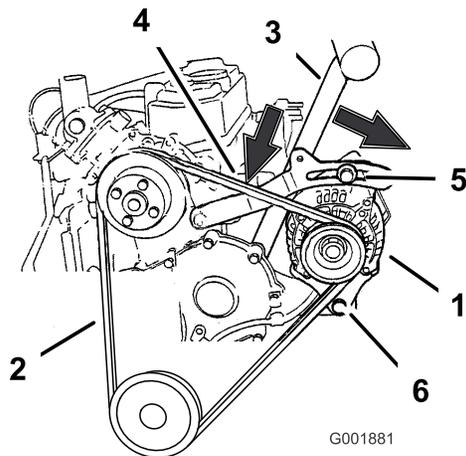

Figure 72
6. Desserrez les deux boulons de fixation de l'alternateur (Figure 72).
7. Retirez la courroie des poulies et de l'alternateur (Figure 72).
8. Installez une courroie neuve autour des poulies et de l'alternateur (Figure 72).
1. Placez une poignée entre l'alternateur et le bloc-cylindres (Figure 72).
2. Réglez l'alternateur à l'extérieur jusqu'à ce que la courroie présente une flèche de 10 à 13 mm (3/8 à 1/2 po) entre le moteur et l'alternateur (Figure 72).
5. Si la flèche est correcte, serrez le boulon supérieur à 19 Nm (170 po-lb) et le boulon inférieur à 61 Nm (45 po-lb) (Figure 72).